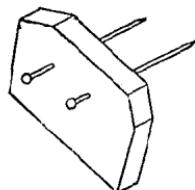

图 1-16 钉勒子
1. 钉勒子 用一块小木板，钉上两枚长的圆钉，并将钉帽锉削出刃口来（图1-16）。